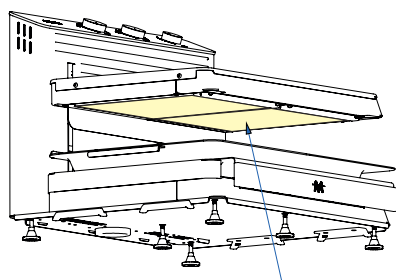

Рисунок 25
- В моделях MiiTi с 06 филаментами установлено 2 защитных стекла для филамента (см. Рисунок 25).